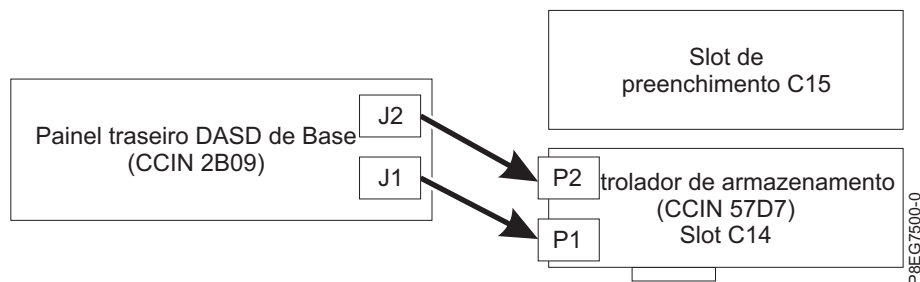

Figura 10. Reconectando o cabo SAS em uma configuração de armazenamento de base
- Se você tiver um adaptador interno PCIe3 x8 SAS RAID (CCIN 57D7) no slot P1-C14 (recurso de armazenamento base), um cabo SAS conectará o conector do painel traseiro da unidade de disco inferior (J1) ao conector P1 no adaptador e outro cabo SAS conectará o conector do painel traseiro da unidade de disco superior (J2) ao conector P2 no mesmo adaptador. Veja a Figura 10.